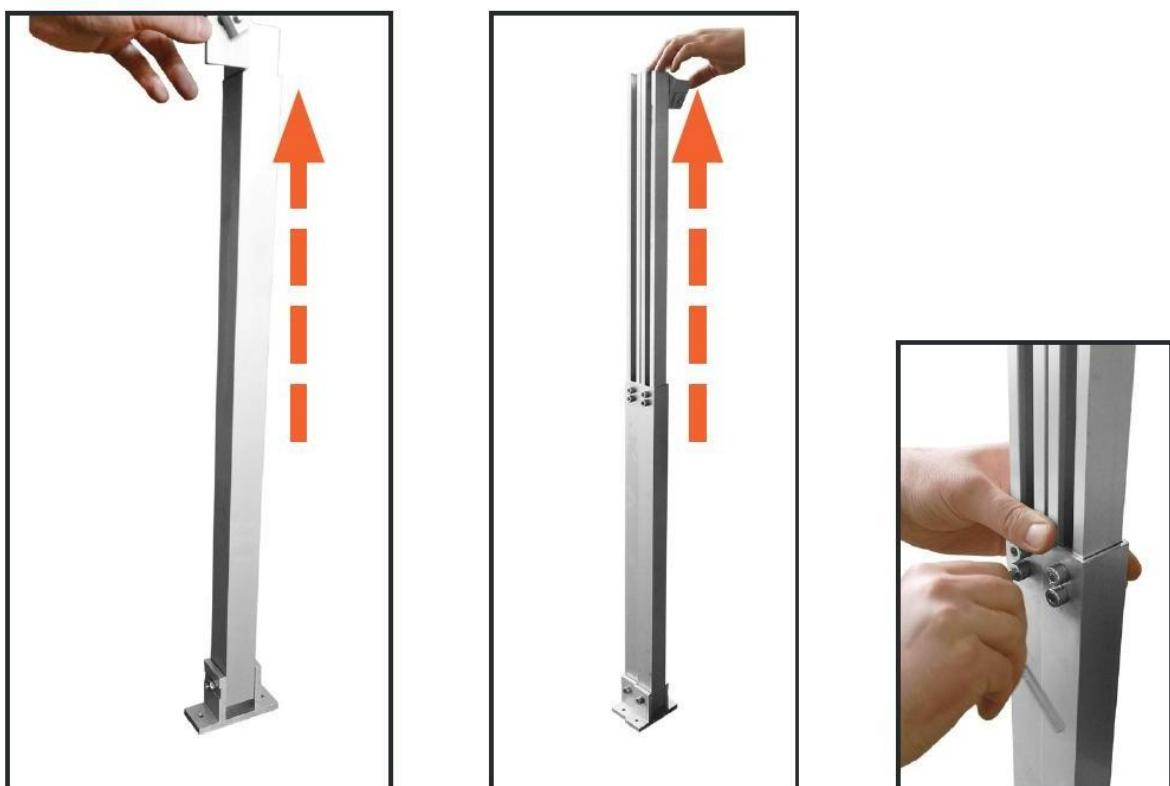

Рисунок 4.7 – Фиксация задней стойки на нужной высоте.
**Шаг 8.** Зафиксируйте длину задней стойки (рисунок 4.7).